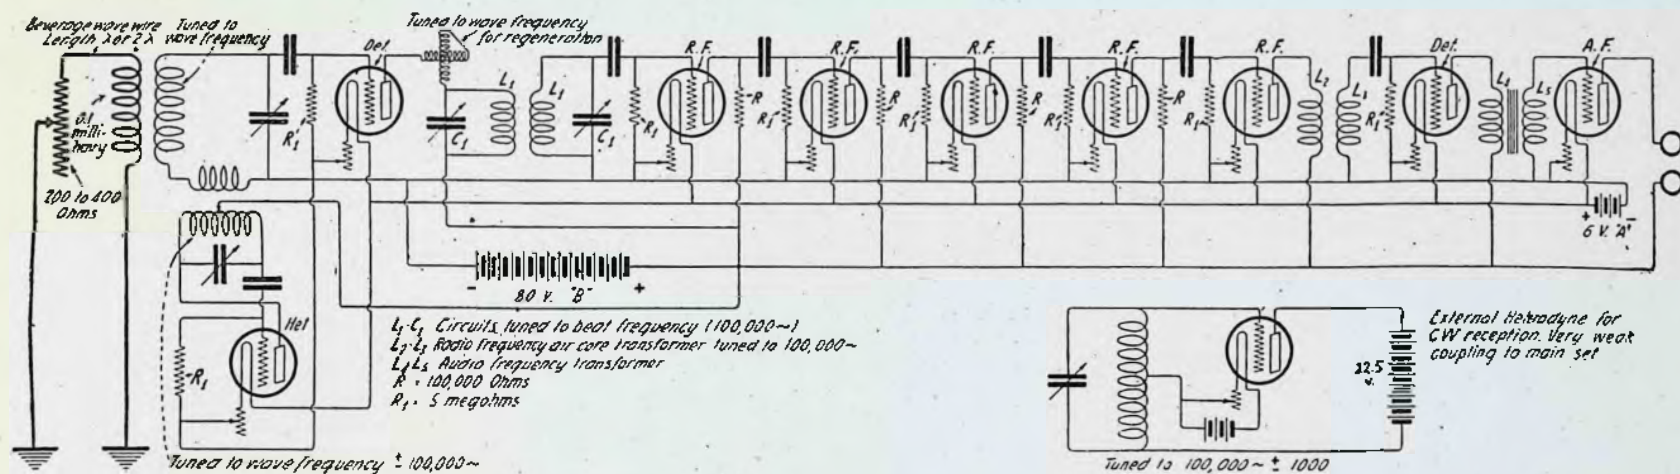

Fig. 1.
1.600 mètres, c'est grâce à l'action de l'hétérodyne (en bas, à gauche, figure 1), que l'on règle de façon à obtenir par interférence avec la petite longueur d'onde reçue, une onde de 3.000 mètres, par exemple, que l'on détecte et sur laquelle travaille alors toujours l'amplificateur à résistances, lorsque l'on reçoit de petites ondes. Il garde ainsi un bon fonctionnement, quelle que soit cette longueur d'onde, en amorties et en entretenues.
La première lampe (figure 1) redresse les oscillations à 100.000 périodes, qu'un transformateur, sans fer (L_1L_1), accordé sur cette longueur d'onde de 3.000 mètres (par les capacités C_1C_1) transmet à la deuxième lampe, qui est la lampe de tête de l'amplificateur à résistances.
L'avant-dernière lampe de la figure 1 détecte et est suivie d'un transformateur basse fréquence, à fer, dont le primaire est shunté par un condensateur, non variable, d'environ 500 micro-microfarad (non figuré). Ce condensateur a pour but de permettre